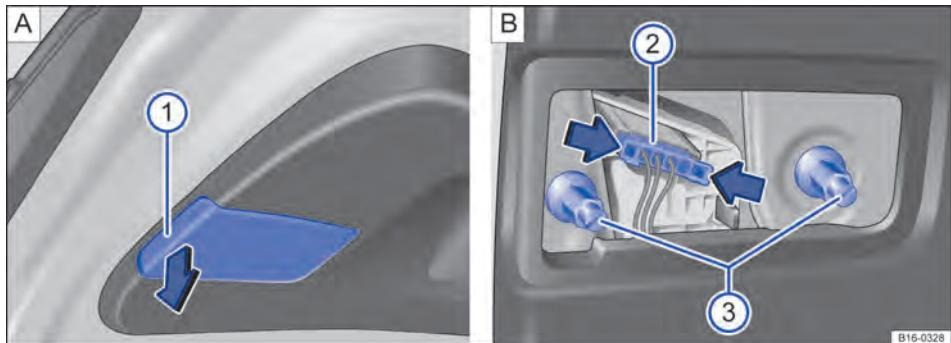

Fig. 185 Na tampa do compartimento de bagagem: **A** desmontar a cobertura da lanterna traseira, **B** desmontar a lanterna traseira.
3. Com a haste da chave de fenda das ferramentas de bordo → Página 225, levantar cuidadosamente a cobertura no entalhe → Fig. 185 **A** **1**.
4. Apertar os encaixes no conector → Fig. 185 **B** **2** no sentido da seta e puxar o conector.
5. Soltar os parafusos → Fig. 185 **B** **3** e retirar cuidadosamente a lanterna traseira da tampa do compartimento de bagagem.
| 9. | Segurar a lanterna traseira na posição de montagem com uma das mãos e rosquear os parafusos de fixação com a outra mão → Fig. 185 B (3). |
| 10. | Encaixar o conector → Fig. 185 B (2) no suporte da lâmpada. |